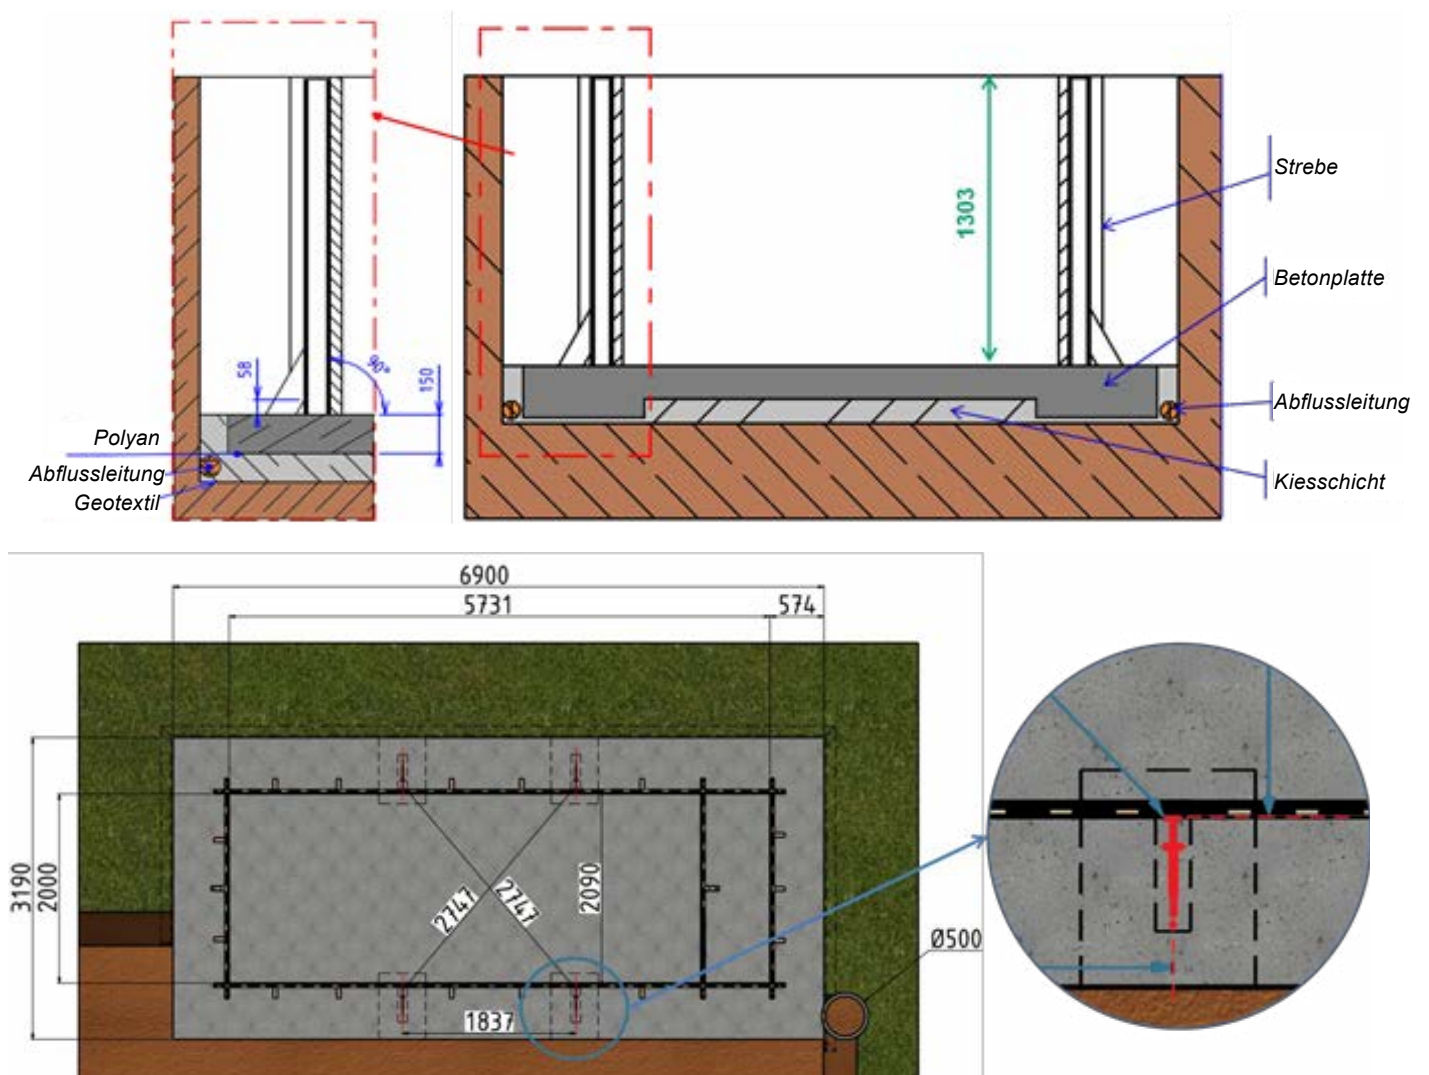

Abbildung 4 – Positionierung der Streben
TIPP : Sie können die Streben verwenden, um die Höhe der fertigen Betonplatte zu materialisieren. Zur Nivellierung des Pools 0 als Niveau nehmen, (unter den Holzteilen des Handlaufs, siehe *Abbildung 4*, 1303 m abmessen und an dieser Kante des Strebens einen Strich ziehen. Dieser Strich wird der endliche Wert der Betonplatte sein.
- ❗ Stellen Sie sicher, dass alle in der *Abbildung 4* gezeigten Abmessungen eingehalten werden, bevor Sie zum nächsten Schritt übergehen.